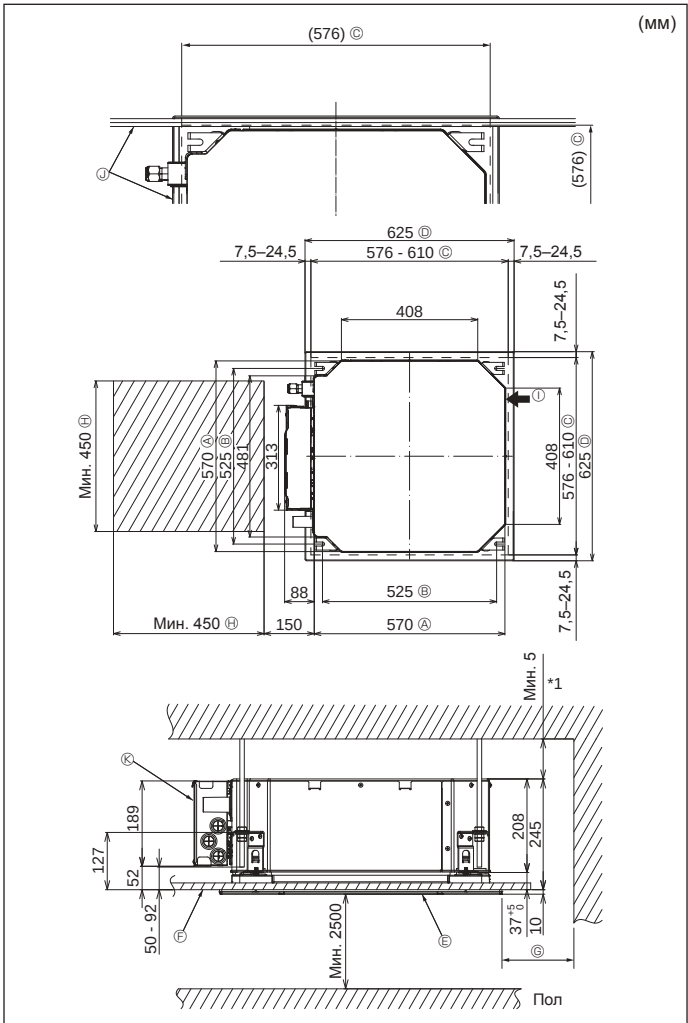

Fig. 4-2
②	Шайбы (с изоляцией)	4
②	Шайбы (без изоляции)	4
③	Покрывте трубы (для соединения трубопровода хладагента)
③	Небольшой диаметр (для жидкости)	1
③	Большой диаметр (для газа)	1
④	Лента (большая)	6
④	Лента (средняя)	2
④	Лента (маленькая)	2
⑤	Дренажное гнездо	1
⑥	Изоляция	1
4.2. Местоположения отверстий в потолке и подвесного болта (Fig. 4-2)